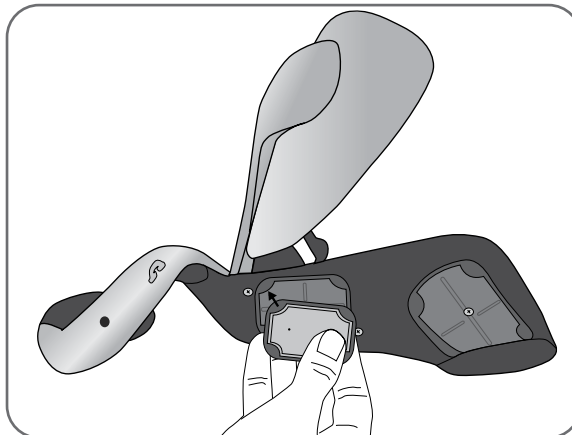

Figura 8-6 - Inserimento dell'elettrodo in tessuto nella base per elettrodo
7. Per gli elettrodi in tessuto 1, 2, 4 e 5, il punto bianco sull'elettrodo in tessuto deve essere rivolto verso la base dell'elettrodo. Inserire gli angoli dell'elettrodo in tessuto nella base dell'elettrodo (Figura 8-6).